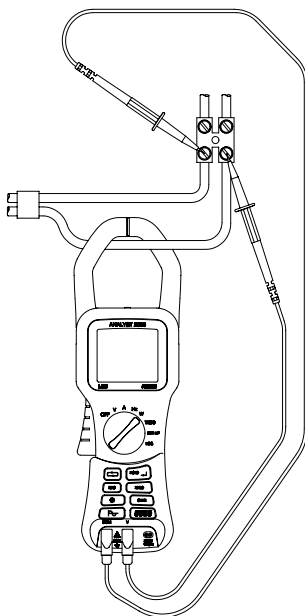

Fig. 4
- Pulsar el gatillo para abrir las mordazas e insertarlas alrededor del conductor de corriente tal como se muestra en la Fig. 4
- Cuando se configura para medir potencia (Fig. 4) con los cables de medida conectados y con el maxilar de la tenaza midiendo en un conductor de corriente, el instrumento visualiza la frecuencia de la corriente (para $I_{rms} > 10A$). Si $I_{rms} < 10A$, se realizará una medida de frecuencia del voltaje (si $V_{rms} > 1V$), de lo contrario se visualiza ---,-.